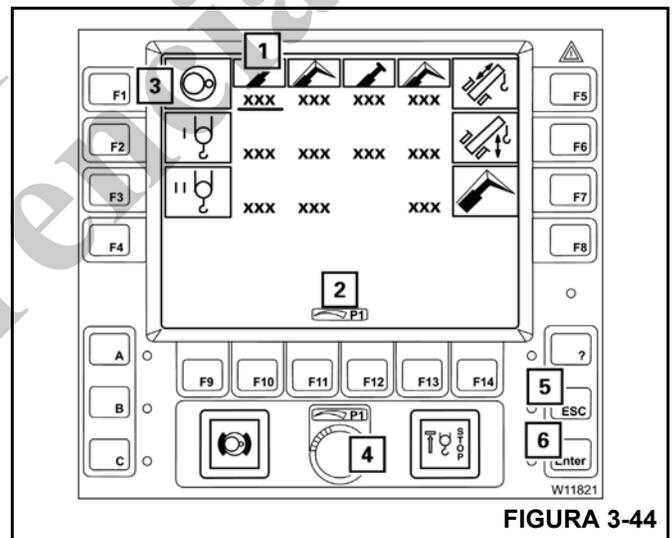

FIGURA 3-44
**Ejemplo:** Consulte la Figura 3-44:
1. Presione el botón F1 (3) de la corona de giro hasta que la barra roja quede bajo el valor deseado (1), el modo de entrada ahora está activado, indicado por el icono de entrada (2).